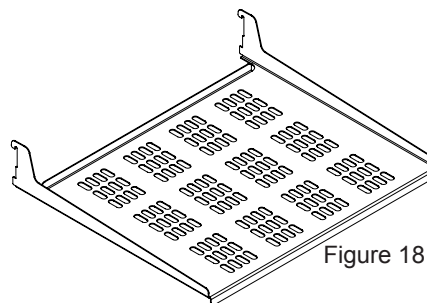

Figure 18
2) étagères métalliques perforées en porte-à-faux (Voyez la Figure 18).